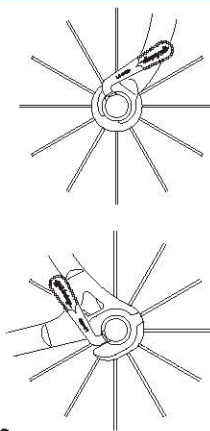

Fig. 23
- Quando si chiude la leva del bloccaggio, posizionarla come illustrato (Fig. 23) in modo che sia facilmente accessibile al momento dell'apertura.
- When you close the quick release lever, position it as shown (Fig. 23) so that it is easily accessible for opening.
- Beim Schließen, den Hebel des Schnellspanners in die abgebildete Lage (Abb. 23) bringen, so daß er fürs Öffnen leicht zugänglich ist.
- Quand vous fermez le levier du blocage, positionnez-le comme le montre la figure (Fig. 23) de façon à ce qu'il soit facile d'y avoir accès au moment de son ouverture.
- Al cerrar la palanca de bloqueo, ponerla como se indica (Fig. 23) a fin de que se pueda acceder a ella al momento de la abertura.
- Indien u de snelspanner sluit plaats de handle dan in de positie zoals aangegeven (Fig. 23), zodat hij makkelijk bereikbaar is om hem te openen.